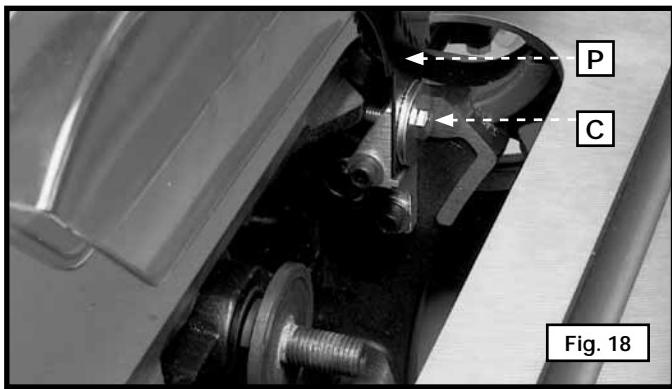
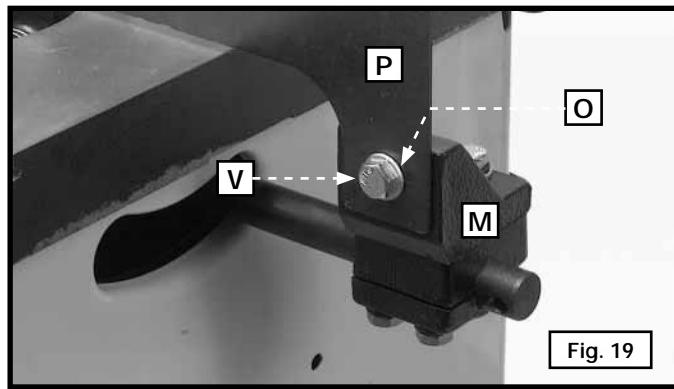

Fig. 18
Fig. 19
10. Insérer l'extrémité avant du couteau séparateur (P) fig. 18 dans le support de montage du couteau séparateur derrière la plaque de fixation et la vis (C). Enfoncer le couteau séparateur vers le bas aussi loin que possible en s'assurant que le bord inférieur du couteau séparateur (P) est parallèle avec la surface de la table de la scie. Serrer la vis (C). Fixer l'ensemble protège-lame/couteau séparateur (P) fig. 19 au support (M), avec une vis à tête hexagonale de 7,9 mm-18 x 25,4 mm (5/16 po-18 x 1 po) (V) et une rondelle plate de 7,9 mm (5/16 po) (O).